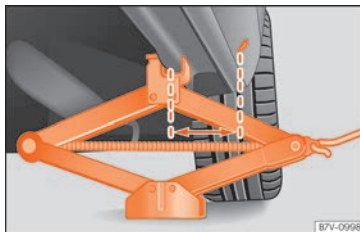

Fig. 48 Cric placé sur la partie arrière gauche du véhicule.
- Tournez la manivelle du cric*, placé sous le point d'appui du bas de caisse, pour le lever jusqu'à ce que l'ergot » » » fig. 48 se trouve sous le logement prévu à cet effet.